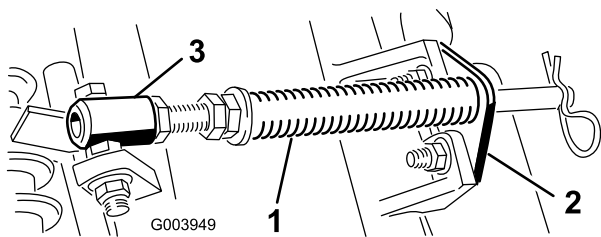

図 4
- A. カッティングユニットのタブにロッドブラケットを固定しているキャリッジボルト2本を外す **図4**。
B. スプリングチューブのボルトをキャリアフレームのタブに固定しているフランジナット 図 4 を外し、アセンブリを取り外す。